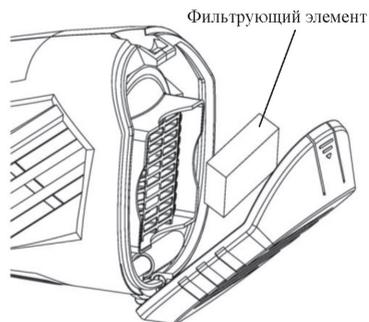

Рис. 11
7. Снимите крышку воздушного фильтра и очистите или замените фильтрующий элемент (рис. 11).